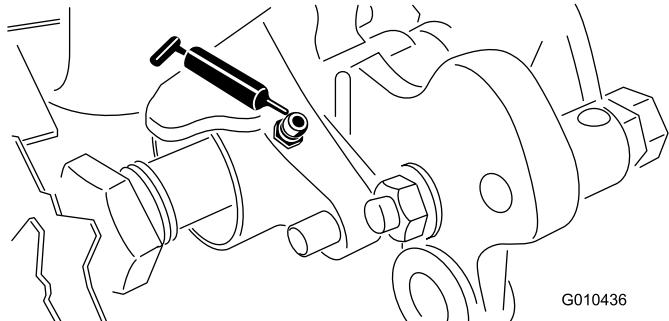
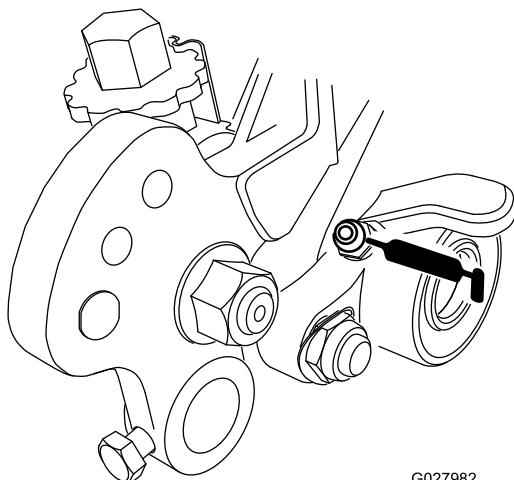

Bild 18
Bild 17
33. Fetten Sie die Groomerlager (Bild 17 und Bild 18) wöchentlich oder nach jeweils 10 Betriebsstunden, vor längeren Einlagern und sofort nach dem Reinigen ein. Pumpen Sie Fett in die Schmiernippel, bis Fett auf der Groomerwelle aufgetragen ist. Wischen Sie überschüssiges Fett von den Dichtungen und der Welle ab.